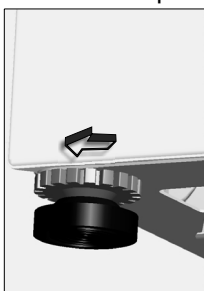

Fig.4
- Desserrez l'écrou de réglage en plastique (Fig.4).